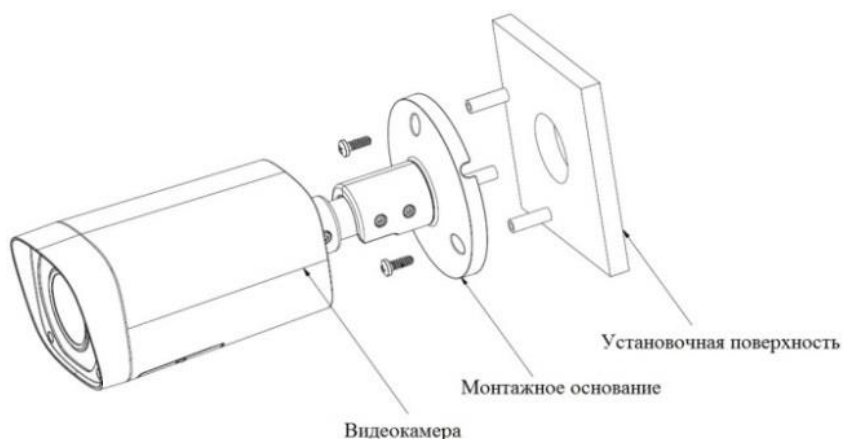

Рисунок 5.3
5.6 Прикрепите видеокамеру к установочной поверхности (рис. 5.3). При необходимости поверните корпус видеокамеры на желаемый угол.